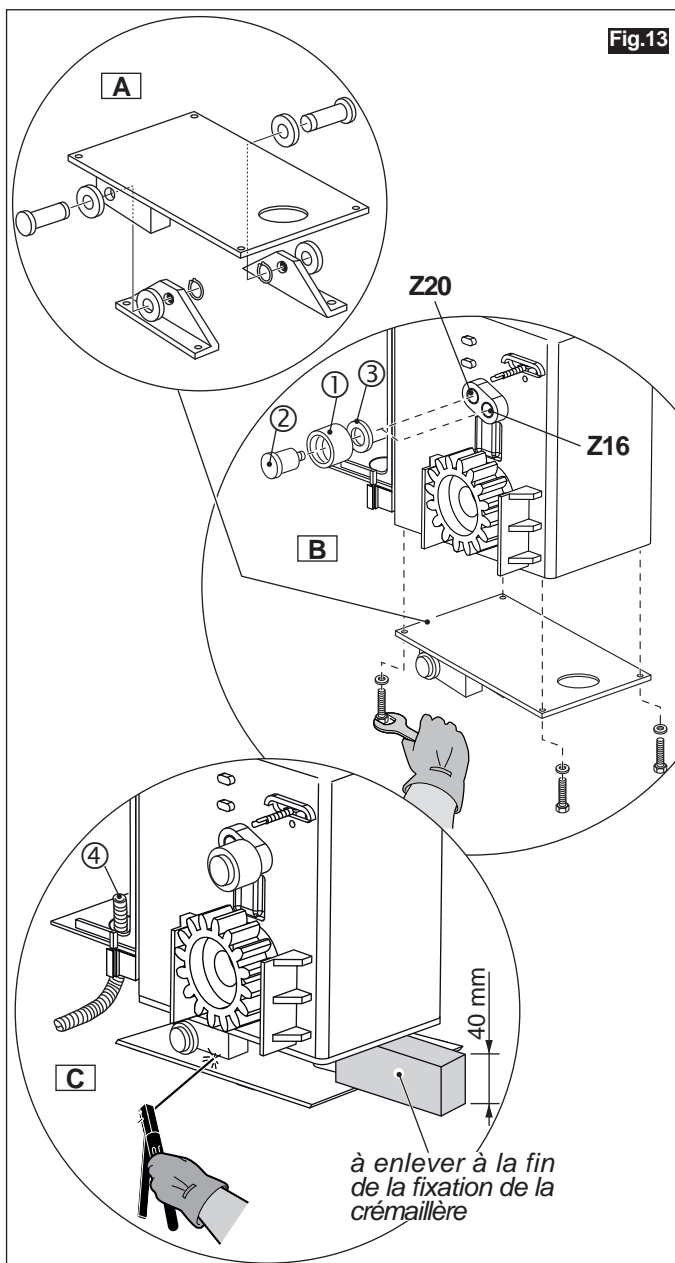

Fig.13
- Assembler les deux brides d'appui du support à la plaque basculante, chacun au moyen du pivot avec deux rondelles et un anneau de retenue (Fig.13-part.A).
- Monter également le rouleau de portée (Fig.13-réf.1) dans le trou préétabli en fonction du type de pignon utilisé (Z16 ou Z20) (Part.B) et le fixer par le pivot avec rondelle (réf.2-3).
- Assembler la plaque basculante sous la base du motoréducteur à l'aide des vis avec rondelle prévues (Fig.13-part.B). **PLACER CORRECTEMENT la plaque comme indiqué en figure.**
- Souder les deux brides du support de la plaque basculante à la plaque de fondation (Fig.13-part.C). **IMPORTANT: Nous conseillons de souder au préalable par deux points et d'achever la soudure uniquement après le montage et le contrôle de la crémaillère.**